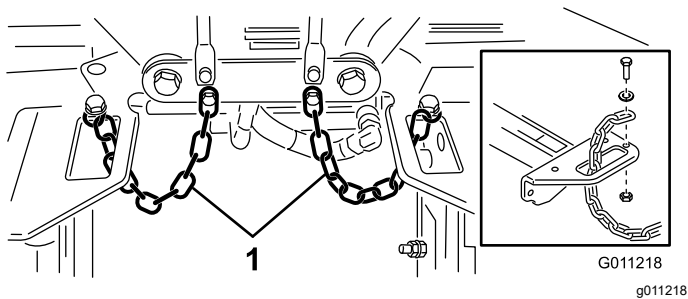

**Bild 22**
**Wichtig:** Vergewissern Sie sich, dass keine Schläuche verdreht oder stark geknickt sind. Die Schläuche des Heckmähwerks müssen, wie in Bild 22 abgebildet, verlegt werden. Heben Sie die Mähwerke an und bewegen Sie sie nach links (Modell 03171). Die Schläuche des Heckmähwerks dürfen die Halterung des Fahrertriebskabels nicht berühren. Ändern Sie ggf. die Position der Anschlussstücke und/oder der Schläuche.